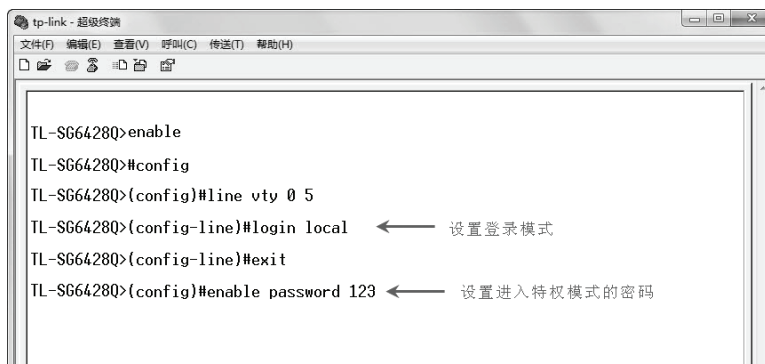

图5-5 通过本地登录配置Login Local模式
1. 如图5-5所示，首先在终端仿真程序中配置Telnet登录模式为“login local”，并设置进入特权模式的密码。